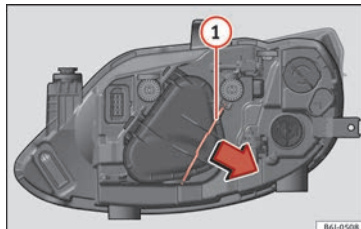

Bild 91 Enkla strålkastare
- För öglorna » bild 91 ① i pilens riktning och ta bort locket.